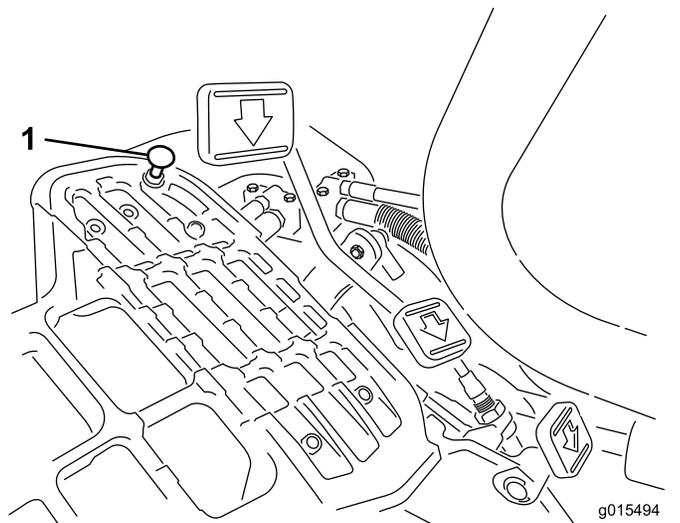

Рисунок 34
Для получения максимальной транспортной скорости переведите рычаг управления трансмиссией в положение ТРАНСПОРТИРОВКИ и нажмите на педаль управления тягой. Если педаль касается упора (Рисунок 34) до того, как на тросике начинает ощущаться натяжение, выполните следующую регулировку:
1. Переведите рычаг управления трансмиссией в положение ТРАНСПОРТИРОВКИ и ослабьте контргайку, которая крепит упор педали к полу (Рисунок 34).